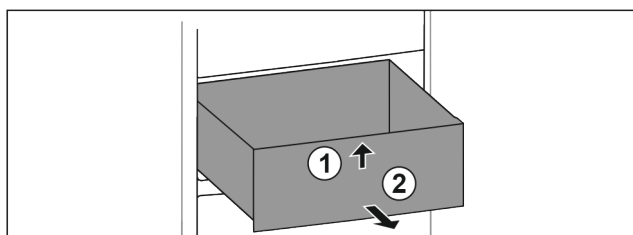

Fig. 95
- Ridicați sertarul în față. Fig. 95 (1)
- Extrageți sertarul spre înainte. Fig. 95 (2)